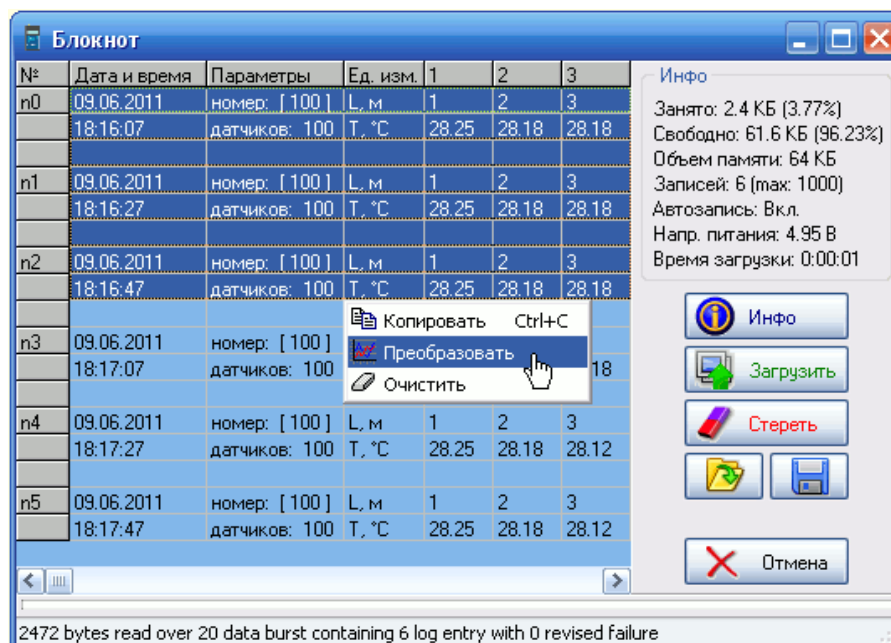

Рисунок 9 – Окно "Блокнот" в программе Viper.exe
2.4.6.4 Для считывания и просмотра на графиках и в таблице информации из Блокнота предназначено окно «Блокнот» программы «Viper» (см. рисунок 9). Подробно описание программного обеспечения «Viper» приведено в файле справки Help.exe.